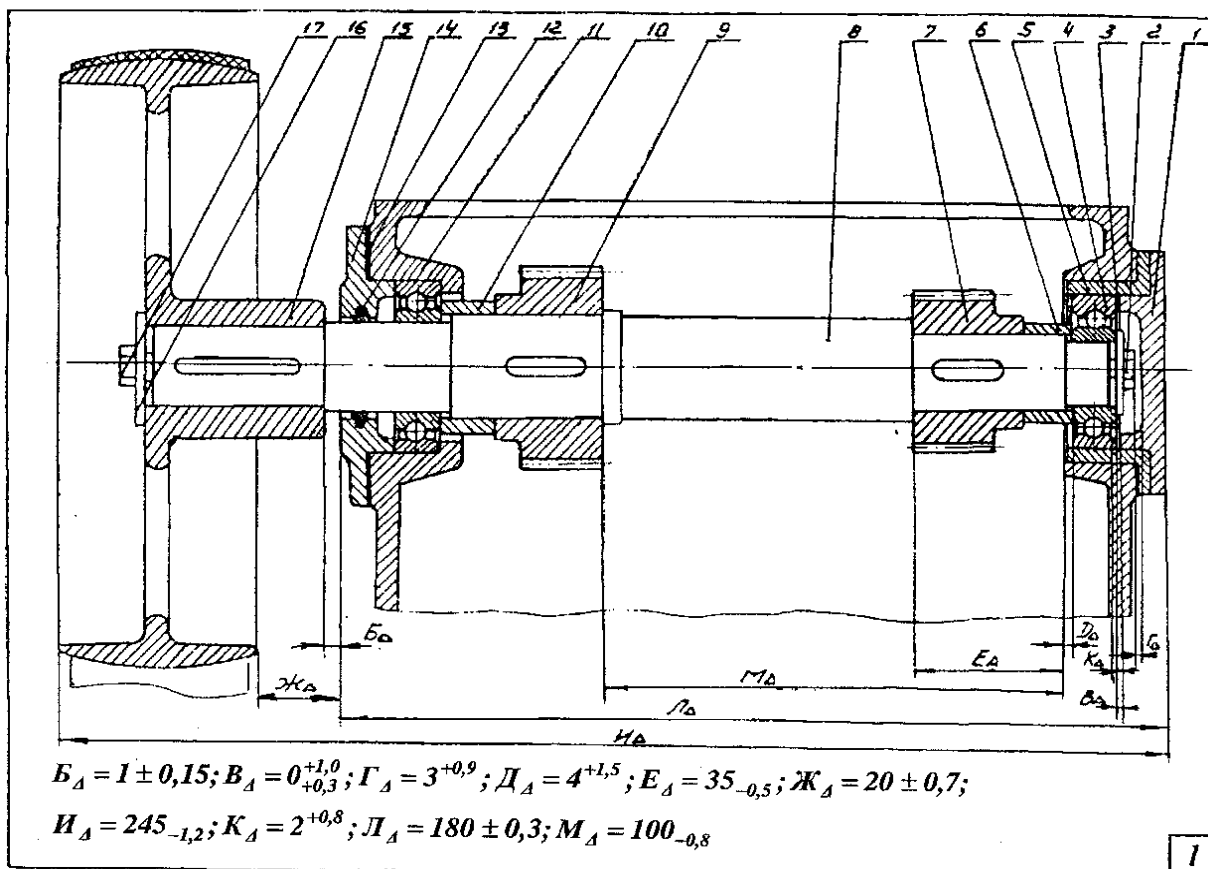

Рис. 1 – Сборочный чертеж №1
- A1. Определить, чему равен наибольший размер отверстия в посадке на рис.1, а)
- A2. Определить, какая из посадок на рис.1 является посадкой с натягом в системе вала
- A3. Определить, чему равен наименьший зазор в посадке на рис.1, г)
- A4. Определить, чему равен допуск вала на рис.1, а).
А5. Сделать заключение о годности отверстия на рис.1, д), если его действительный размер равен 79, 997 мм
А6. Определить, какой из валов на рис.1 имеет символическое обозначение р5